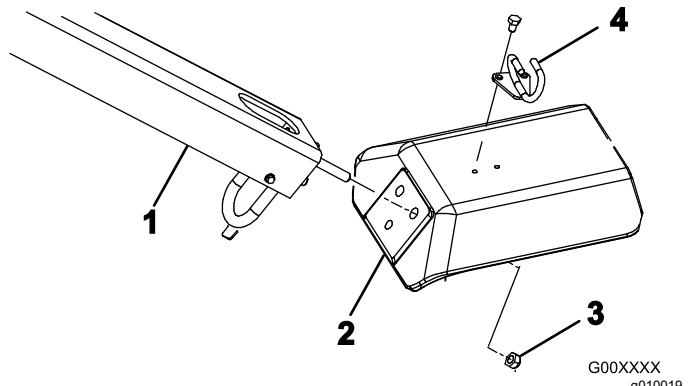

Figura 4
2. Inserite i prigionieri di montaggio dell'impugnatura nei fori della forcella (Figura 4).
3. Fissate i prigionieri dell'impugnatura alla forcella con 3 dadi di bloccaggio (½") (Figura 4)
5. Montate la guida del cavo in cima alla forcella con 2 bulloni (5/16" x ½") (Figura 4).